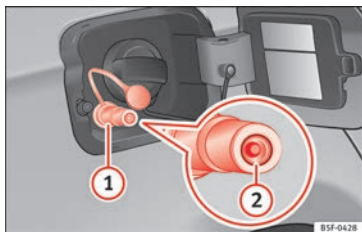

Fig. 233 Tampa do depósito aberta: bocal de enchimento de gás ①, retentor do bocal de enchimento ②.
- Destape o bocal de enchimento de gás » » » Fig. 233 ①.